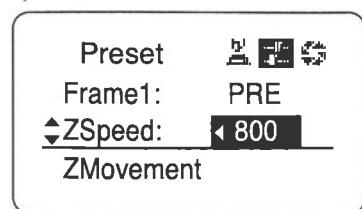

Fig6-18
なお、設定スピードは「(2) スピードプリセット」にて設定したものか、情報ディスプレイにて設定した数値 (Fig6-18 参照) が反映されます。